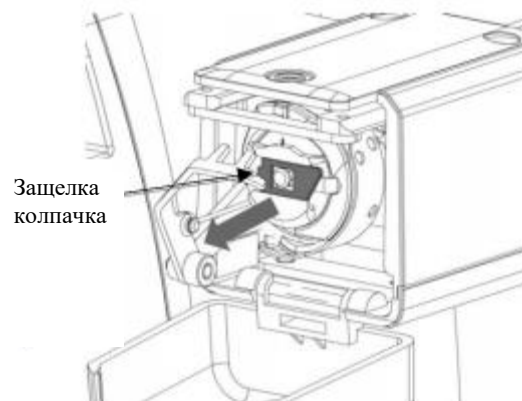

Рисунок 10
3. Возьмите шпульный колпачок за его защелку. Смотрите рисунок 10.